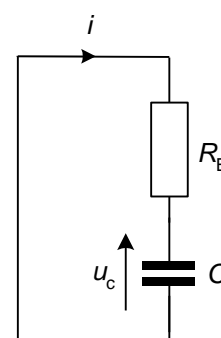

Figure 2
3. Dès que la tension $u_C(t)$ aux bornes du condensateur atteint une valeur de référence $U_{\max} = \frac{2}{3}E$, le reste de l'horloge change d'état électrique et fait décharger le condensateur à travers le seul conducteur ohmique de résistance $R_B = 33 \text{ k}\Omega$. Le circuit équivaut alors à celui qui est représenté figure 2.